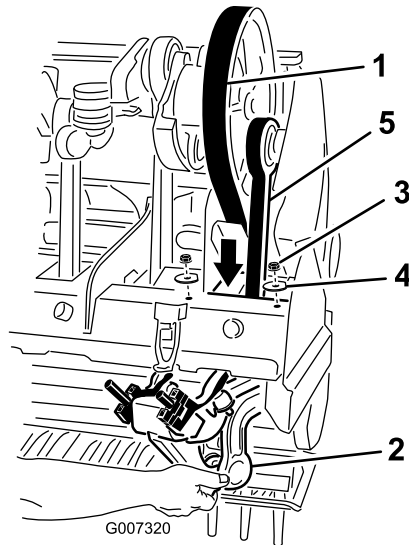

Рисунок 39
5. Отверните и снимите две контргайки и снимите шайбы, с помощью которых крепится амортизатор Rotalink для толкающего рычага № 1 (Рисунок 39).
7. Проложите ремень привода вниз сквозь раму аэраторного вала и вокруг нижнего конца толкающего рычага № 1 (Рисунок 39).